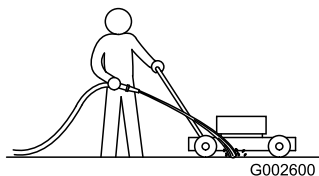

Рисунок 23
1. Установите газонокосилку на ровную поверхность с твердым покрытием, и при работающем двигателе направьте струю воды на пространство перед **правым** задним колесом (Рисунок 23).